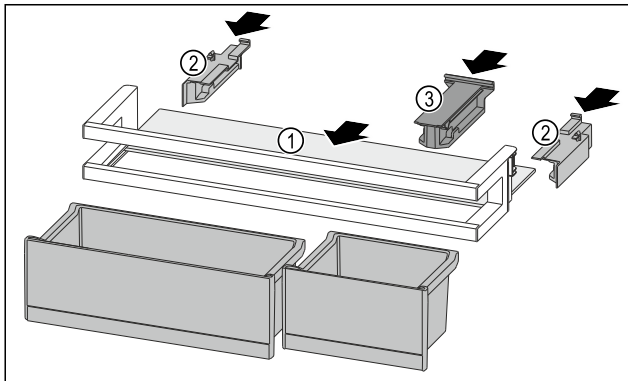

Fig. 88
- ▶ Draagplateau Fig. 88 (1) in de zijdelingse inkepingen schuiven.
- ▶ Zijdelen Fig. 88 (2) plaatsen.
- ▶ Bevestigingsdeel Fig. 88 (3) plaatsen.